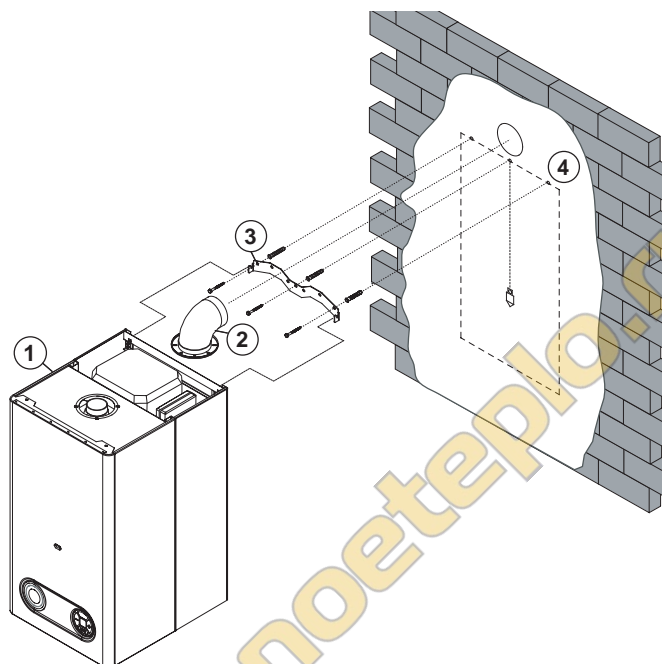

рис. 12
Порядок навески (рис. 12):
1. Для закрепления подвесной планки (входит в комплект поставки котла) котла на навесной стене обозначте линией верхнюю грань котла (рис. 12, поз. 4). Используйте уровень водяной.
2. На обозначенную линию приложите подвесную планку (рис. 12, поз. 3) и через её отверстия обозначте пункты. Последовательно просверлите соответствующие отверстия для хомутов. Установте хомуты в просверленные отверстия, установите подвесную планку а как следует её зацепите при помощи винтов.
3. Если должен устанавливаться вариант котла с принудительным отводом продуктов сгорания (КТЗ), то в случае вывода непосредственно на фасад (рис. 12, поз. 2) обмерите отверстие для прохода соосных труб (смотри присоединительные размеры котла).